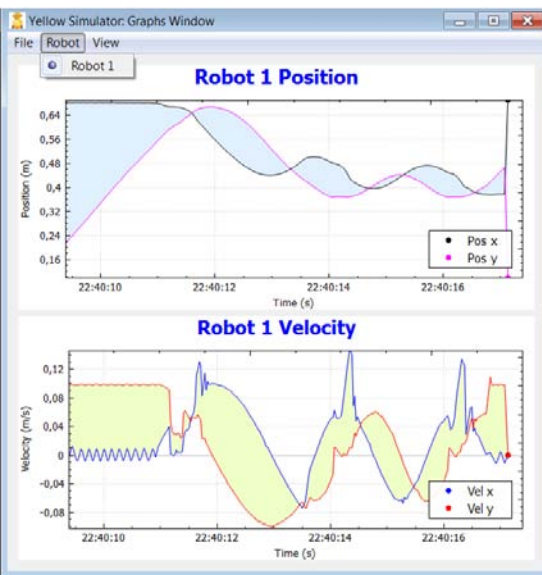

Figura 15. Detalle menú desplegable “Robot”.
- Menú Robot: permite seleccionar el robot del que se quieren visualizar las gráficas (Figura 15).